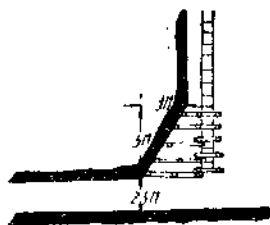

图 6
(4)康拜因若第一次从下平巷引进掌子，可在煤角上做一个三角形的缺口(如图6)，先将机器牵引到迴轉台与斜缺口的下角齐如图7，其次将机器向上牵引，再把牵引部与斜缺口中角齐如图8，然后解开連結的装煤机进行彎截盤如图9，为避免截煤部挤溜子应以木杆撑住，最后調整装煤机，如图10。